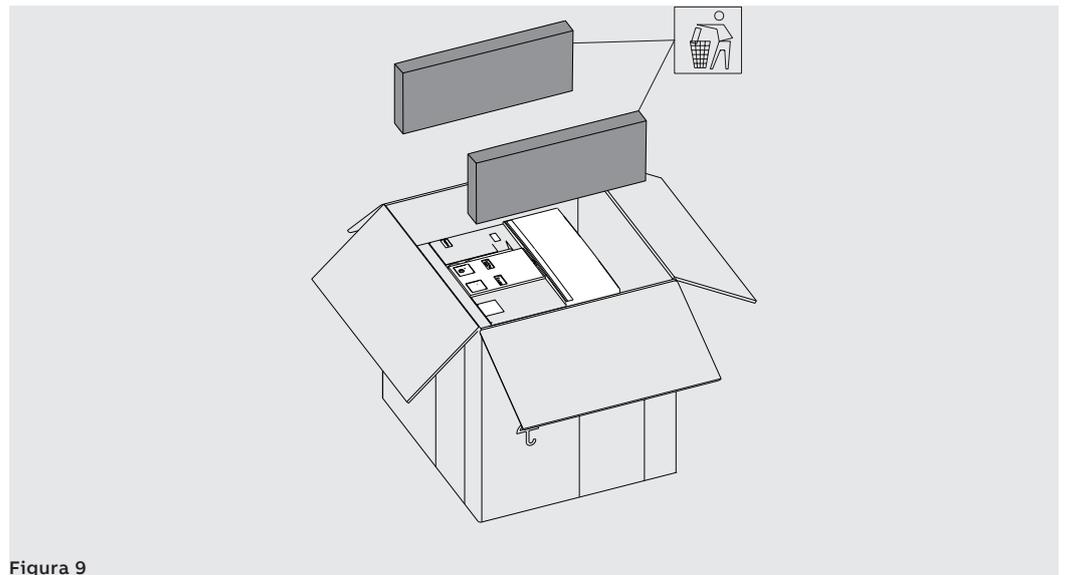

Figura 9
3. Quitar de la caja de embalaje las protecciones de contención laterales. Véase Figura 9.